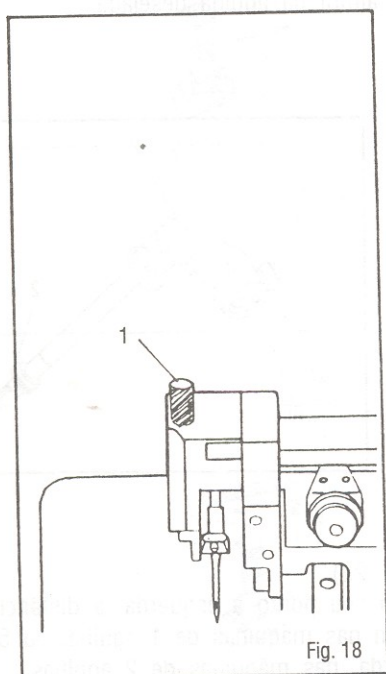

Fig. 18
(2) Ajuste da Pressão do Calcador (Fig. 18)